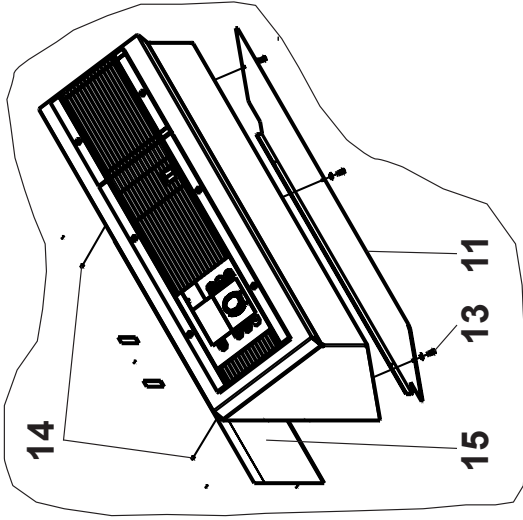
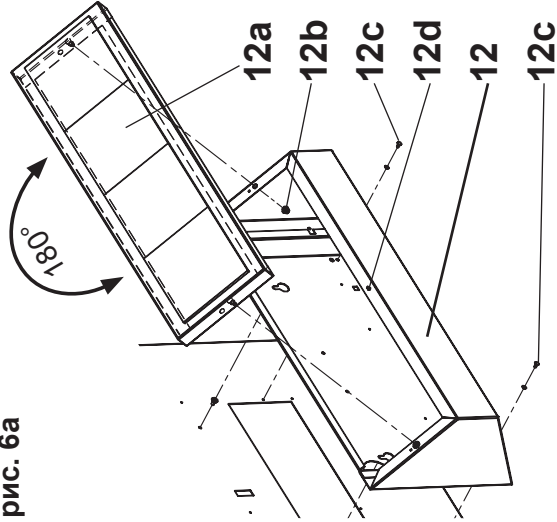
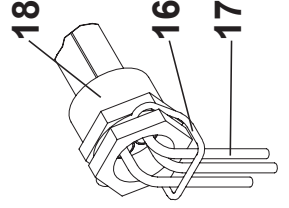
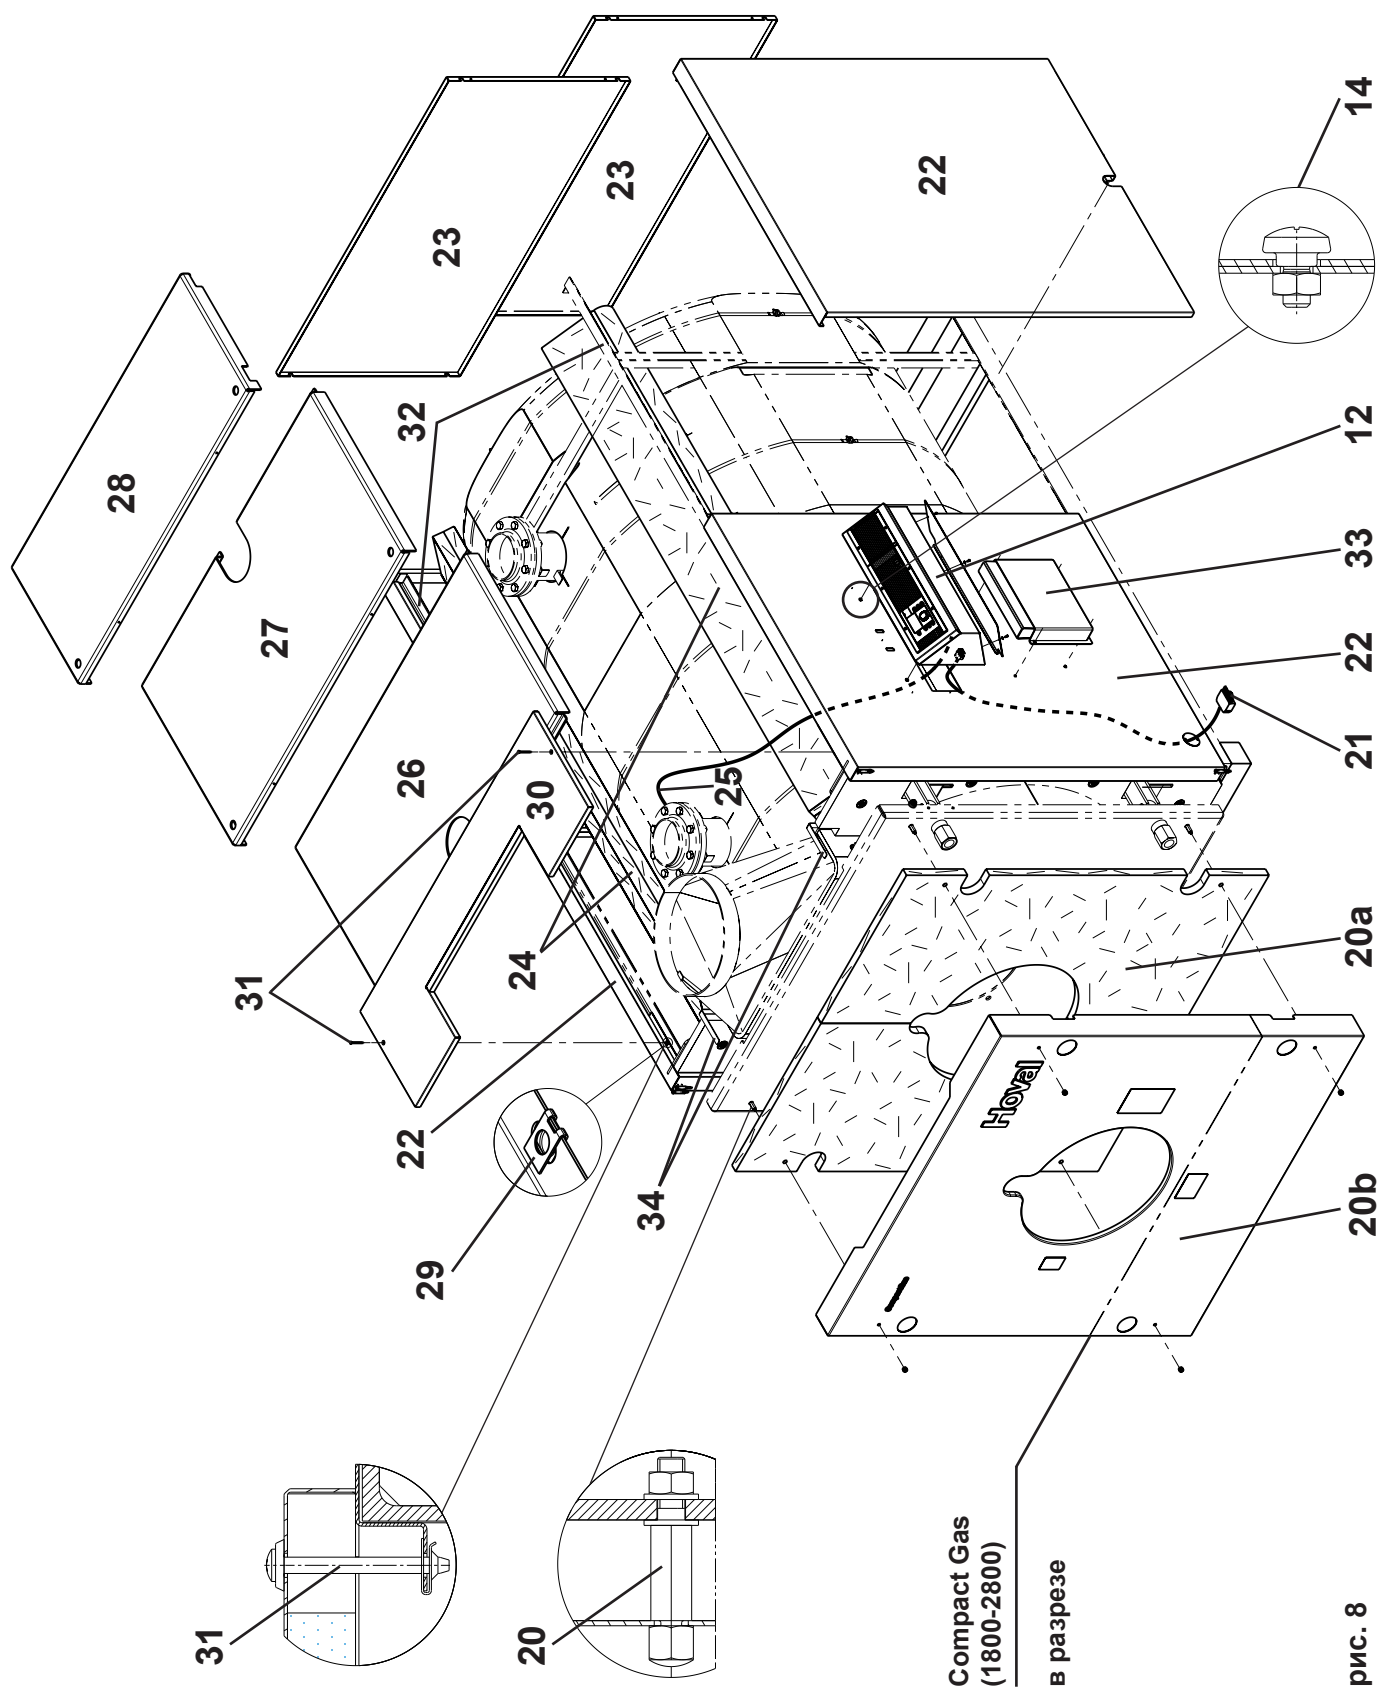

рис. 6a
рис. 6b
рис.7
рис. 8
7. Прикрепите изоляцию (8а) к дверце котла Comtract Gas (1800-2800) без использования крепежных дисков. Оставшиеся изоляционные маты (20а,24 рис. 8) закрепляются установкой обшивки (см. стр. 10).
10. Закрепите болты (20, рис. 8) (Comract Gas (1800-2800): включая распорки) на панели котла используя шестигранные гайки и U-образные шайбы, затем вставьте изоляционный мат (20a) в обшивку дверцы котла (20b) и закрепите на котловой дверце (Comract Gas (1800-2800): 2 части обшивки дверцы котла - укрепите сначала внутреннюю).
11. Подключите штекер горелки (21) к панели слева (или справа) и проложите кабель горелки сверху (прокладывание кабеля согласно изображению 8). Вставьте правую и левую панель котла (22) на крепежную скобу (32), присоедините 1 C-клипсу (29) на переднюю часть боковой панели.
12. Установите задние панели (23) на загнутые края (22) (Comract Gas (2800): 6 частей) на боковые стенки.
13. Вставьте 2 изоляционных мата (24) слева и справа в продольном направлении (во избежание вертикальной циркуляции воздуха).
14. Закрепите 2 специальных болта на боковой панели (14, рис. 6a, 8) контргайками. Они используются для крепежа панели управления.
15. Снимите защитную пластину панели управления (11, рис. 6a). Панель управления (12a, рис. 6b) должна быть перевернута. Для этого необходимо снять ограничивающие шнуры (12b, сожмите и вытащите), а также болт заземления и стороннюю шайбу (12d). Присоедините панель управления (12, рис. 6b, 8) коблицовке боковой панели с вырезами для специальных болтов (22, рис. 8) и закрепите 2 -мя саморезами Ø 3,5 x 6,5 и сторонними шайбами (12c, рис. 6b).
16. Вытяните капилляры с погружными датчиками (17, рис. 7) через отверстия (15, рис. 6a), опустите в погружную гильзу (18, рис. 7) до конца и закрепите сторонней пружинной (16, рис. 7)
17. Протяните штекер горелки к панели управления и подключите (21).
18. Установите крышку (11) 3 -мя саморезами Ø 3,5 x 6,5 и сторонними шайбами (13, рис. 6a).
19. Поместите крушку, на которую можно наступать, в правильной последовательности 26, 27, 28 на скобы (32), зафиксируйте переднюю панель (30) 2-мя саморезами (31) Ø 4,8 x 50 и нивелируйте с помощью регулируемых по высоте угловых крепежей (34).
20. Прикрепите сбоку фирменную табличку и держатель для инструкций (33).